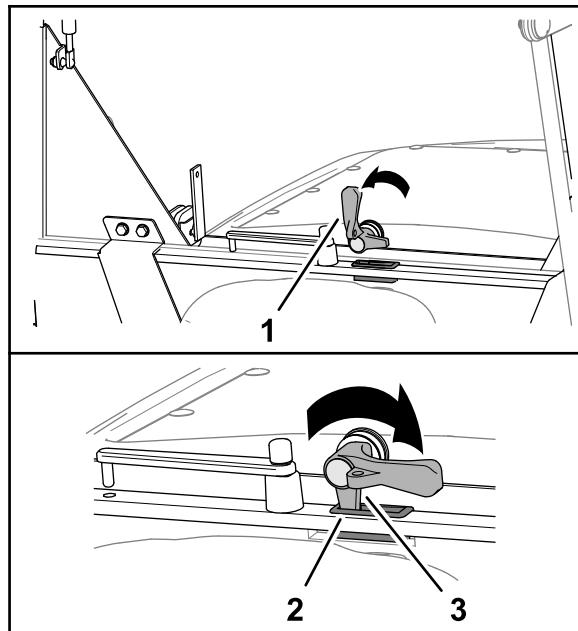

Figure 16
- Pour ouvrir la vitre arrière, tournez la poignée de verrouillage (Figure 16) dans le sens antihoraire.
- Pour fermer la vitre arrière, tournez la poignée de verrouillage à la verticale, tirez sur la poignée jusqu'à ce que la vitre soit ramenée en place et tournez la poignée dans le sens horaire jusqu'à ce qu'elle soit verticale (Figure 16).